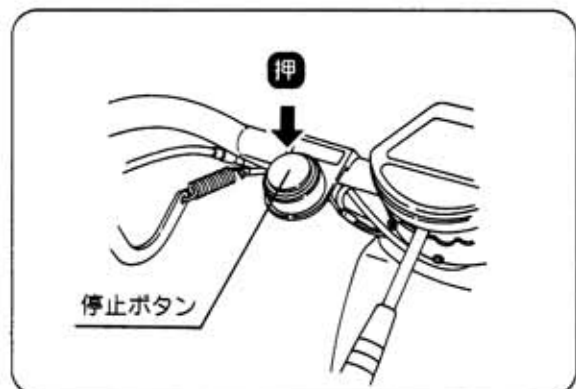

図10
- ④ 停止ボタンを押してください。エンジンが停止します。(図10)